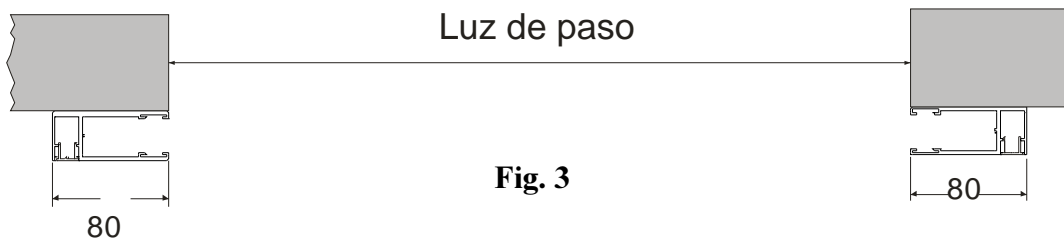

Fig. 3
- La puerta enrollable **PORTORE** va dispuesta en la parte interior del local, con las guías solapadas a la pared. Para ello se requiere un espacio mínimo de 80 mm (ver fig. 3).